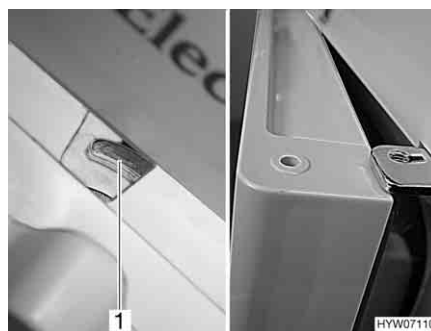

Fig. 107 Porta del frigorifero/del vano congelatore in posizione di ricircolo d'aria (serie Dometic 7 con vano congelatore separato)
- Spostare il dispositivo di bloccaggio completamente verso destra. La porta del frigorifero/porta del vano congelatore è bloccata con l'ausilio dell'arresto della porta (Fig. 107,1). In questo modo la porta del frigorifero/porta del vano congelatore rimane ferma in posizione socchiusa (Fig. 107).